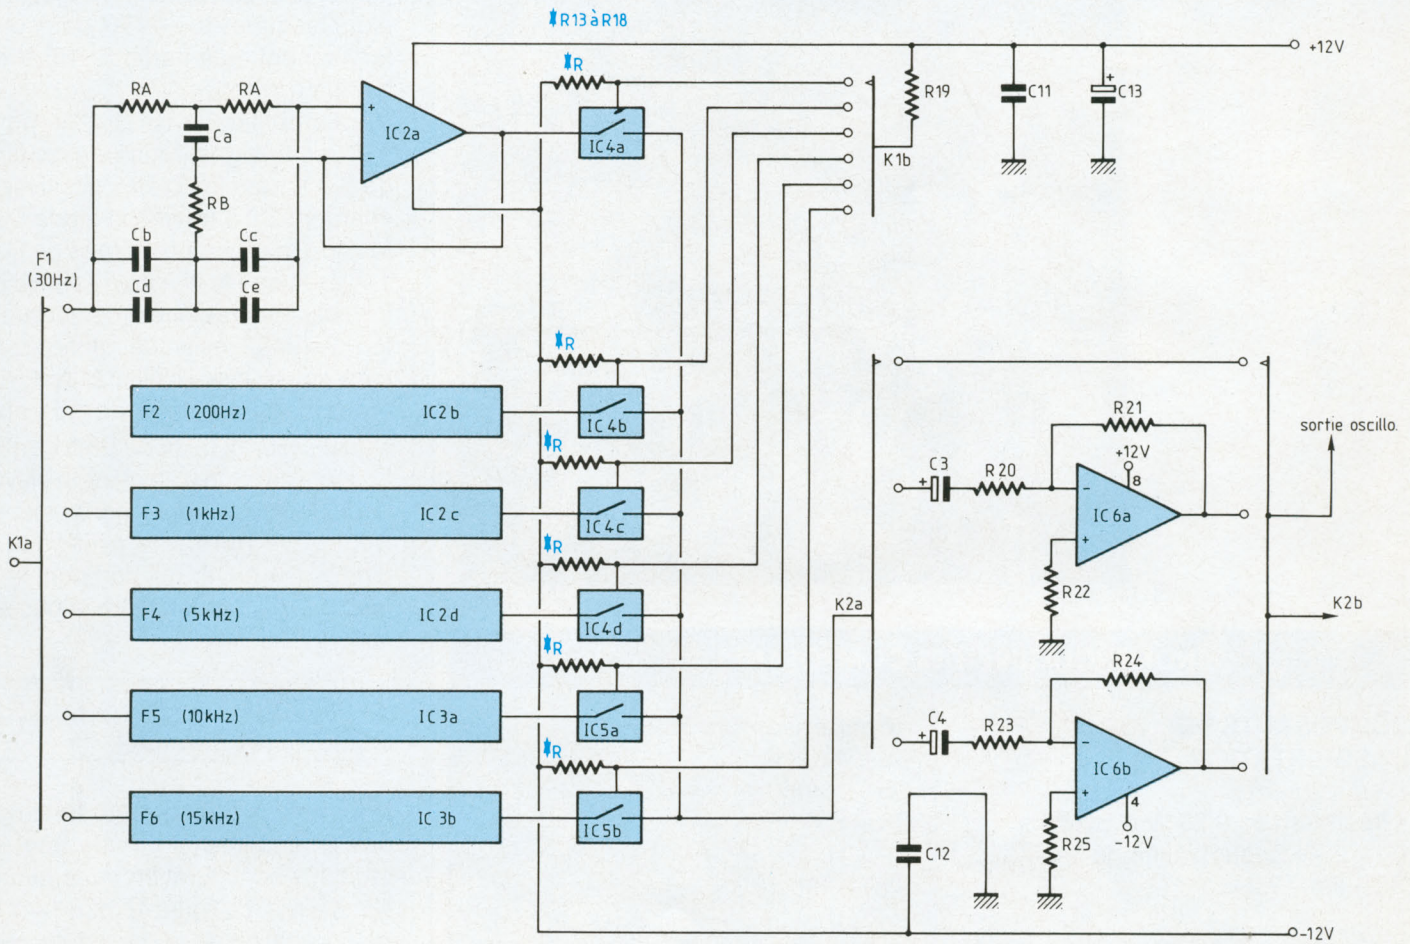

Fig. 15 : Filtres et leurs commutations.
Nous avons déjà discuté la structure des filtres éliminateurs de fréquence et leur reconfiguration sous forme de filtres actifs. La figure 15 montre la mise en application de ces résultats. Seul le filtre F1 y a été détaillé, les mêmes références (RA, RB, Ca, ... Ce) étant reprises pour les fréquences F2 à F6. Les amplificateurs opérationnels associés sont regroupés en deux circuits intégrés : un quadruple amplificateur BIFET IC2 et un double amplificateur IC3.
- On choisit un condensateur (C_a dans la figure 15) de valeur nominale 100 nF et on mesure très précisément sa capacité.
étant portée à -12 V par les résistances R13 à R18. Cependant, le commutateur K1b, dont le plot central rejoint le $+12$ V par la résistance R19 faible vis-à-vis des précédentes, ferme l'une des portes en amenant sa commande au voisinage de $+12$ V (IC4a, donc le filtre F1, dans la figure 15). La fréquence correspondante se trouve
Nous ne donnons, dans ce numéro, que les valeurs des composants des filtres et de leurs amplificateurs, correspondant à la figure 15.
construction, nous proposons, dès maintenant, la carte qui rassemble l'essentiel des sections du montage. On n'y installera, dans un premier temps, que les composants qui correspondent à la figure 15 et dont nous fournissons plus loin la nomenclature. Les commutateurs K1 et K2, qui prennent place, avec les afficheurs du voltmètre et les composants de la figure 14, sur une carte de contre- façade, ne sont pas utilisés.